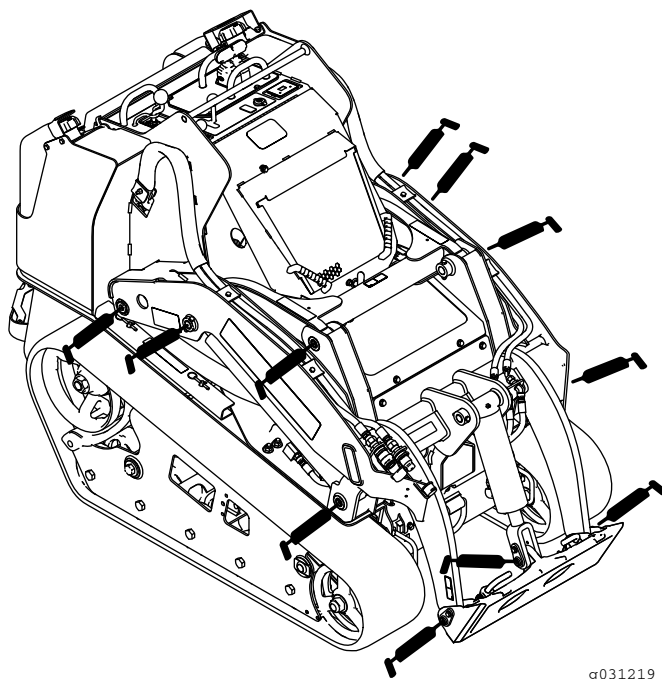
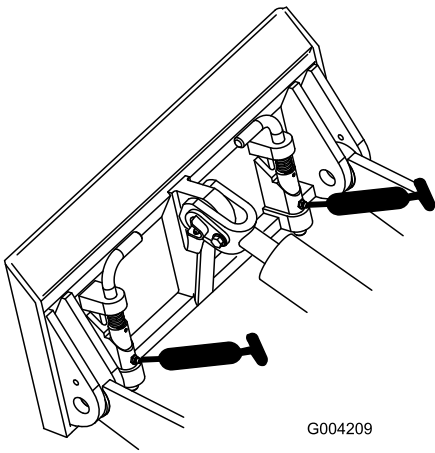
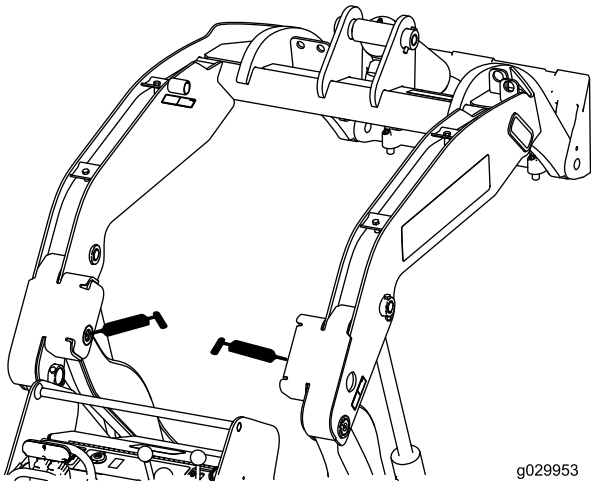

Figure 40
Figure 41
Figure 42
4. Raccordez une pompe à graisse à chaque graisseur (Figure 40, Figure 41 et Figure 42).
Remarque: Élevez les bras de la chargeuse avant de graisser les graisseurs ; voir la Figure 42.